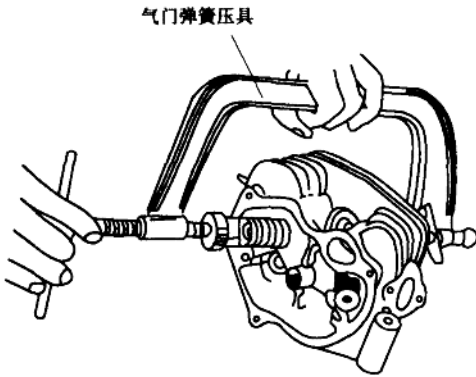

图 1-9 气门拆卸
(2)气门的拆卸。用气门弹簧压具压下气门弹簧,取出气门锁卡,便可拆下气门、气门弹簧和气门弹簧座(图1-9)。